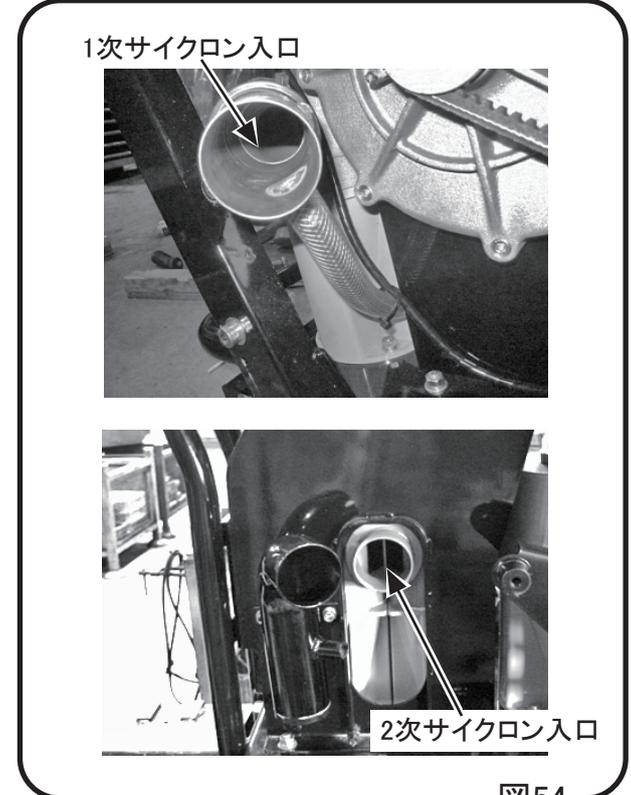

図54
- 2 1次および2次サイクロンがダストで閉塞している場合は、エアガンを使用するかあるいは高圧洗浄機にて清掃してください。(図54)